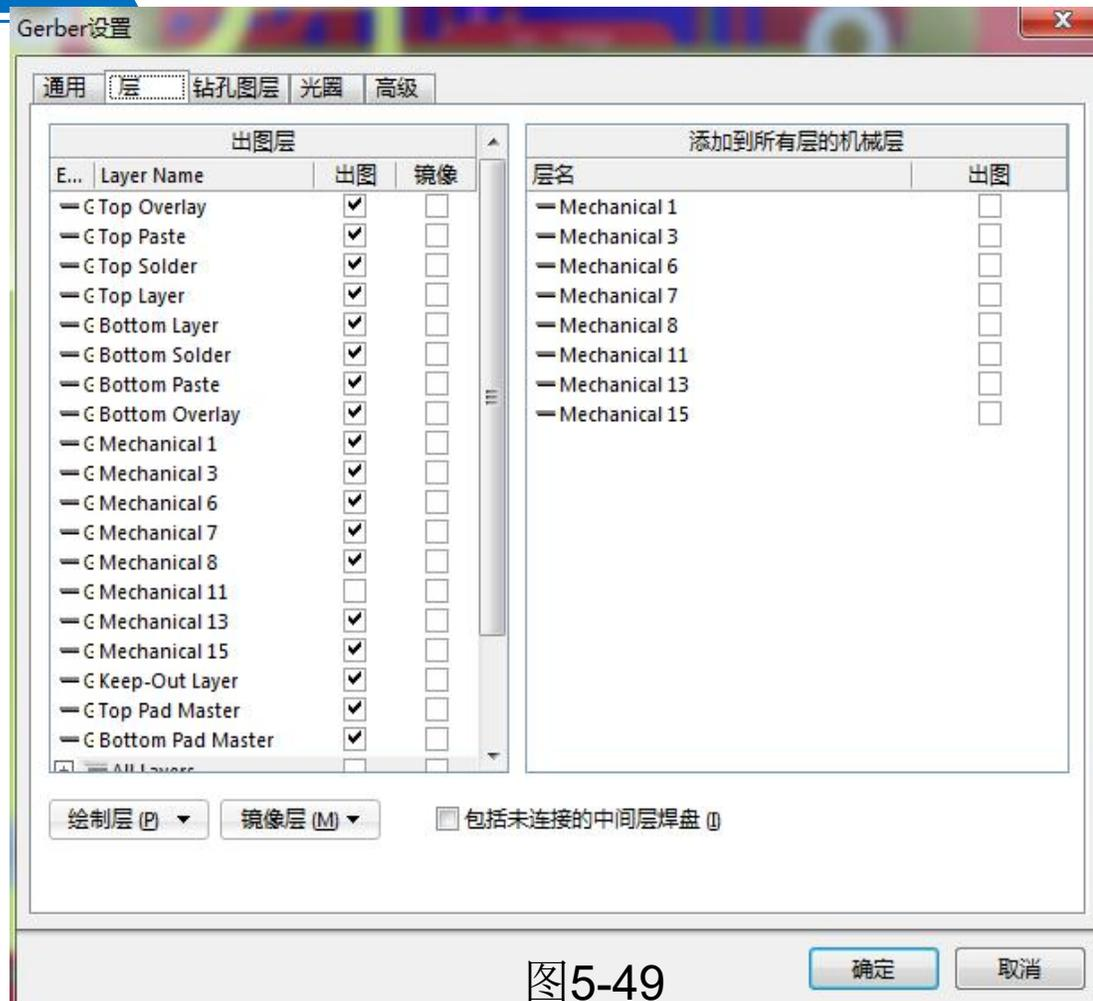

图5-49
(3) 在层 Layers 标签下（如图5-49），进行下面的设置：
①选中“包括未连接的中间层焊盘”